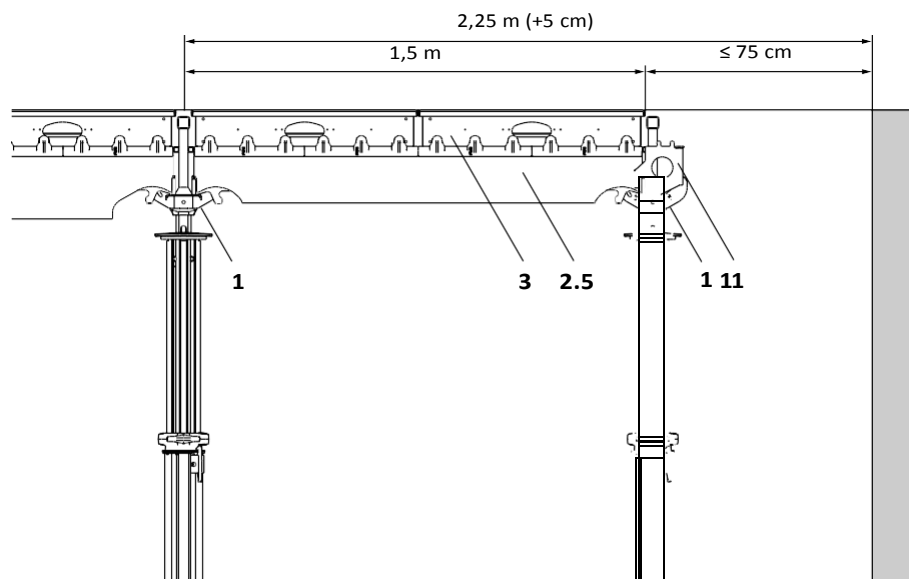

Fig. A5.21
1. Продължете кофрирането с подпори, трегерите SLT 150 (2.5) и панелите SDP (3) както при стандартните полета. (Fig. A5.21)